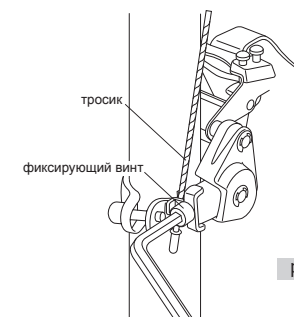

рис. 13
- 3.6.4. Установив левый шифтер в положение “малая звезда”, зафиксируйте трос переднего переключателя таким образом, чтобы не было свободного провиса троса (5 Н/м) (рис. 13). Обратите внимание, чтобы трос переключателя был зафиксирован в специальной проточке в месте крепления троса.